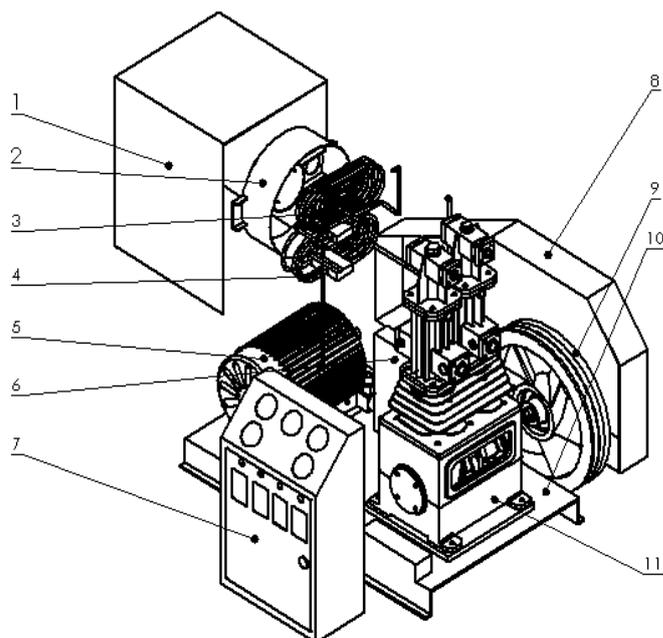
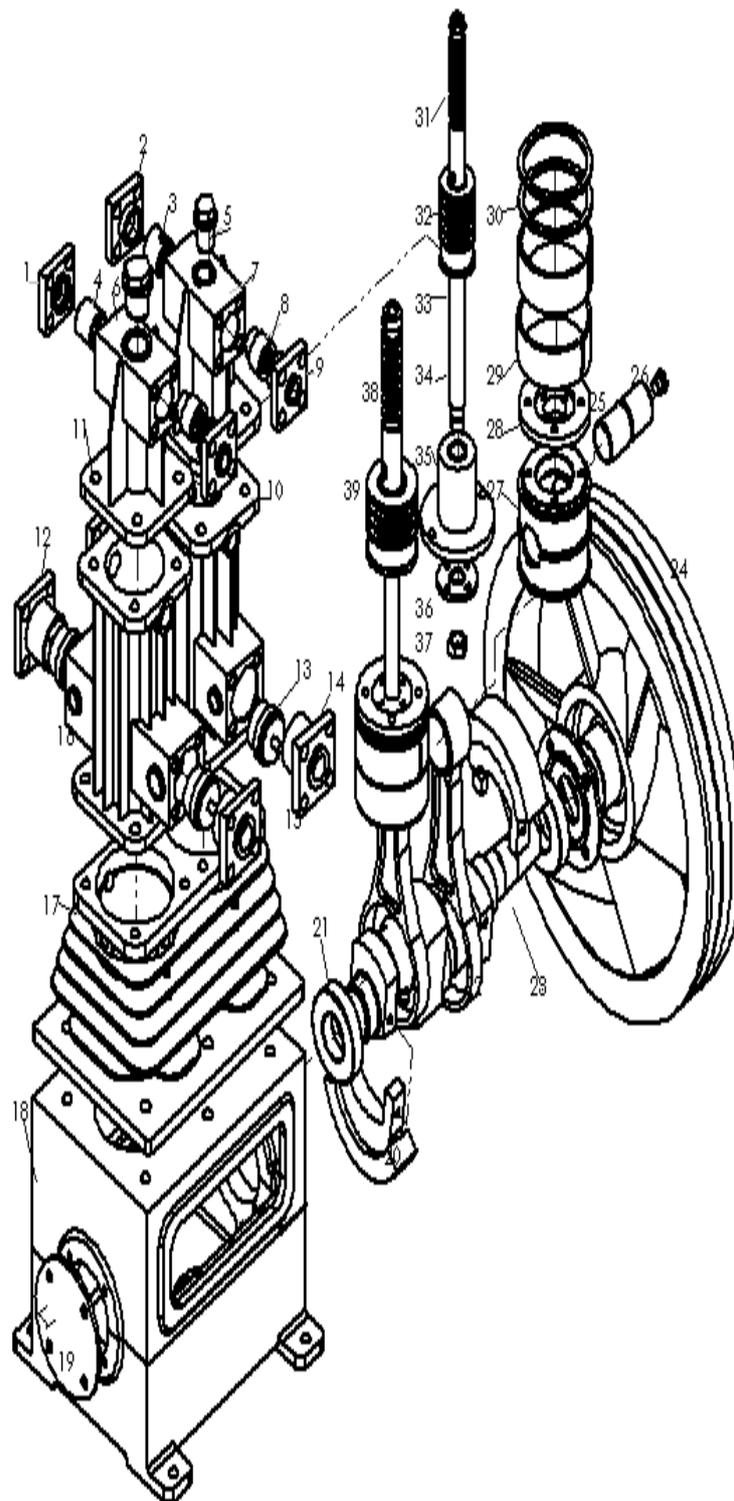

Рис. 5
Рис. 6
3.1 Схема конструкции основного устройства (Рис. 5 и Рис. 6).
Обычно на устройстве имеется 2 реле давления, найдите тот, который необходимо отрегулировать, см. Рис. 5, настройка описана на примере реле давления подачи газа: